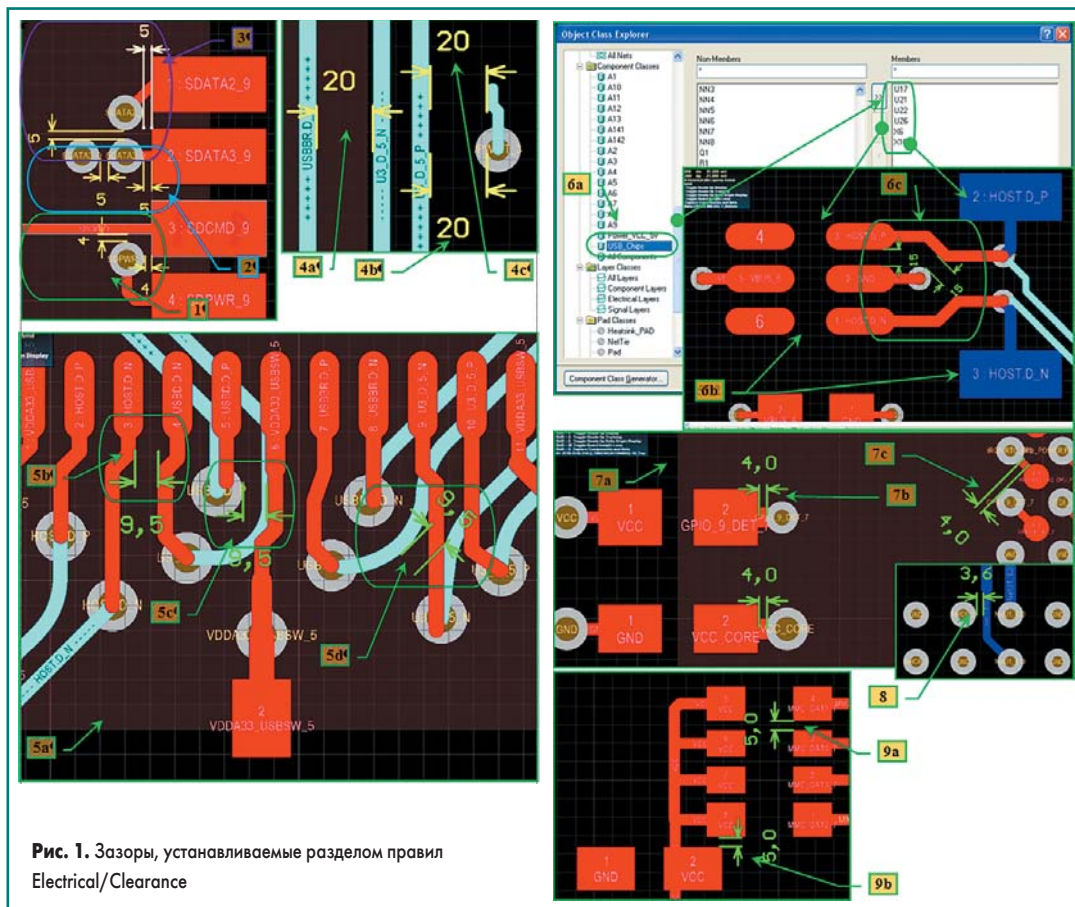

Рис. 1. Зазоры, устанавливаемые разделом правил Electrical/Clearance
1. Имя правила — Clearance_NET_to_VIA. Оно устанавливает минимальный зазор между всеми проводящими элементами топологии и переходными отверстиями. В частности, на рис. 1 указаны два зазора: между переходным отверстием, принадлежащим цепи SDPWR_9, и контактной площадкой и проводником, принадлежащими цепи SDCMD_9. Текст правила:
2. Имя правила — **Clearance_Via_PAD_SameNet**. Оно устанавливает минимальный зазор между данным переходным отверстием и любым другим переходным отверстием или контактной площадкой посадочного места, которые принадлежат ОДНОЙ электрической связи. Правило не распространяется на свободные контактные площадки, введенные командой **Place >> Pad**. Оно предназначено для запрета «наложения» рядом стоящих переходных отверстий или запрета установки переходного отверстия вблизи контактной площадки компонента. Зазор между переходными отверстиями установлен выше, чем в предыдущем правиле. На рис. 1 указан зазор между переходным отверстием и контактной площадкой, а также между двумя переходными отверстиями, принадлежащими цепи SDATA3_9. Текст правила:
3. Имя правила — **Clearance_Via_PAD**. Оно устанавливает минимальный зазор между данным переходным отверстием и любым другим переходным отверстием или контактной площадкой, которые принадлежат РАЗНЫМ электрическим цепям. На рис. 1 данный зазор указан для переходного отверстия, принадлежащего цепи SDATA2_9, и переходного отверстия и контактной площадки, принадлежащих цепи SDATA3_9. Заметим: так как параметры зазоров в этом и предыдущем правиле одинаковы, правило можно (и лучше) объединить. Однако мы не станем этого делать, поскольку здесь принципиально показать суть действия правила. Итак, текст правила:
4. Имя правила — **ClearanceDiffPairDiffer**. Оно устанавливает минимальный зазор между проводниками, принадлежащими дифференциальным линиям, и любыми другими проводниками. Величина данного зазора много выше, чем установленный зазор по умолчанию, и в этом проекте составляет 20 mil. На рис. 1 данный зазор указан:
- b) расстояние до переходного отверстия. На рис. 1 приведено изображение внутреннего слоя печатной платы, и на этом слое находятся проводники дифференциальной линии и проекция переходного
В частности, на рис. 1 указаны:
На рис. 1 данный зазор указан для переходного отверстия и дорожки на слое **1_Bottom**.